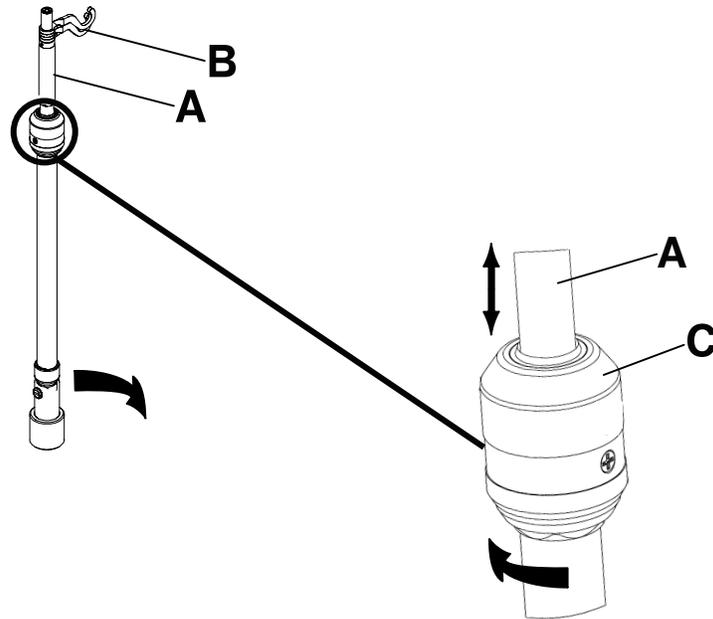

Figure 112 – Utilisation du support de perfusion
3. Pour augmenter la hauteur du support, tirer sur la partie télescopique (A) jusqu'à ce qu'elle s'enclenche dans sa position la plus haute (Figure 112).
4. Faire pivoter les crochets de suspension des poches de perfusion à la position voulue et suspendre les poches (B).
5. Pour abaisser le support de perfusion, tourner le verrou (C) jusqu'à ce que la partie télescopique s'abaisse.